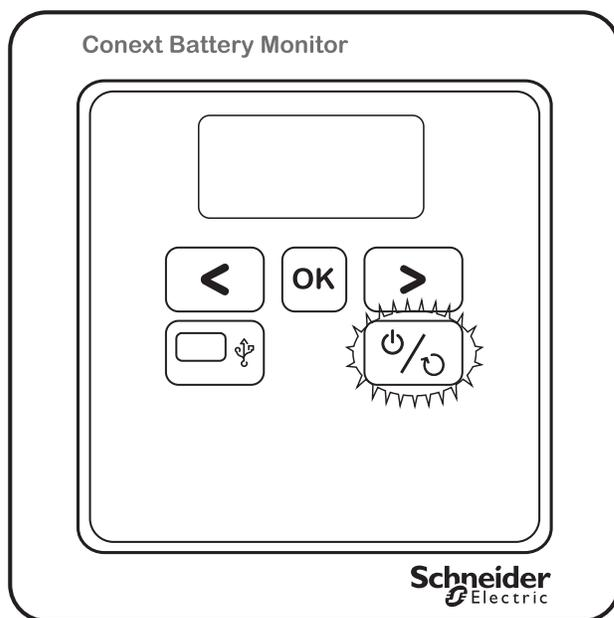

Figura 3-1 Localização do indicador LED de energia do painel frontal
2. Espere até dois minutos enquanto a tela LCD e o LED de energia (Figura 3-1) piscam intermitentemente durante a sequência de ligação e inicialização.